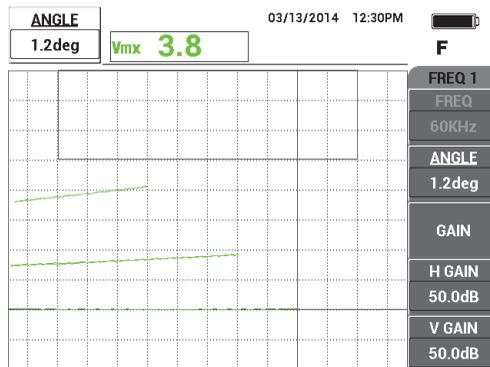

Figura 5-81 Ajuste de la señal más baja a horizontal
9. Pulse la tecla ANGLE () y, después, ajuste la señal más baja (conductividad de 45 %) para hacerla horizontal. Vea la Figura 5-81 en la página 203.